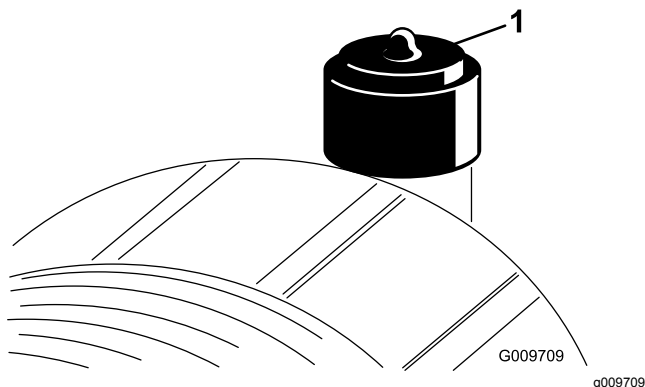

Figura 52
Faça a manutenção ao filtro de ar apenas quando o indicador de manutenção (Figura 52) o exigir. Mudar o filtro de ar antes de ser necessário apenas aumenta a possibilidade de entrar sujeira no motor quando retira o filtro.
2. Reinicie o indicador (Figura 52) se este se apresentar vermelho.